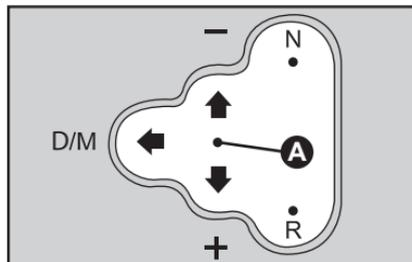

fig. 4
• Desplace la palanca de cambio hasta la posición central **A-fig. 4**, para acoplar la primera marcha, o junto a la señal R - **fig. 4** - para acoplar la marcha atrás (según la situación requiera).